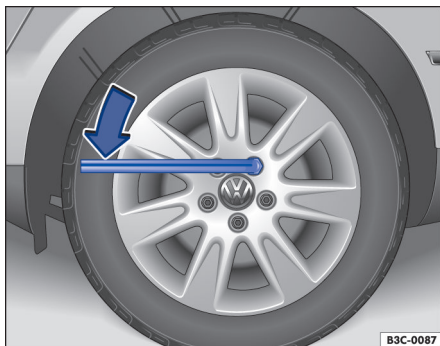

Fig. 166 Troca de roda: soltar os parafusos da roda.
- Encaixar a chave de roda no parafuso da roda até o batente → Fig. 166.